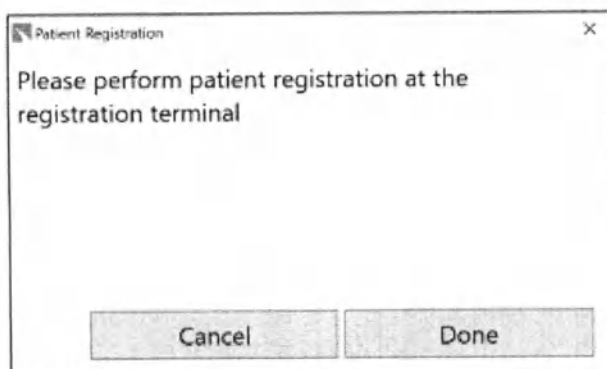

Рисунок 26. Всплывающее диалоговое окно регистрации пациента.
3. Появится диалоговое окно регистрации пациента (рисунок 26).